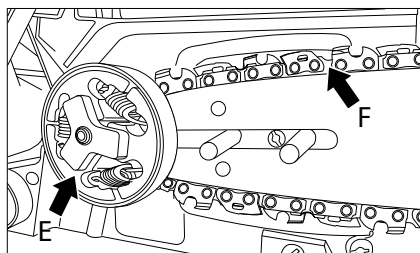

Fig. 8
6. Glisați lanțul (2) peste cuplaj pe roata de lanț a fierăstrăului (E) . Aveți grijă ca zalele lanțului să se pozeze exact pe dantura roții (Fig. 8).
7. Așezați acum lanțul peste vârful șinei. Aveți grijă ca zalele lanțului să se așeze în canalul șinei (F) de ghidare (Fig. 8).